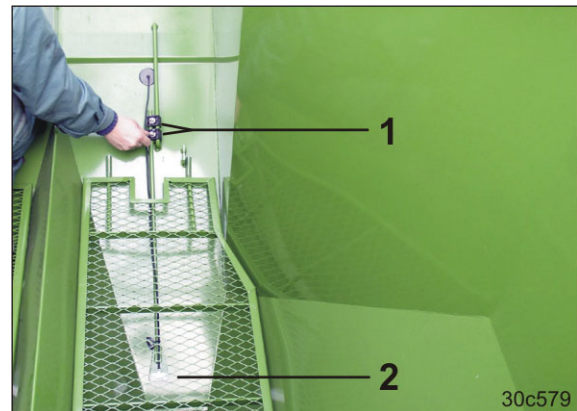

Fig. 188
3. Løsn vingemøtrikkerne (Fig. 188/1).
4. Indstil niveausensorens højdeposition (Fig. 188/2).